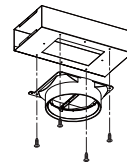

Abbildung 14
– Befestigen Sie den Ausgang am T-Sharp (siehe *Abbildung 14*).